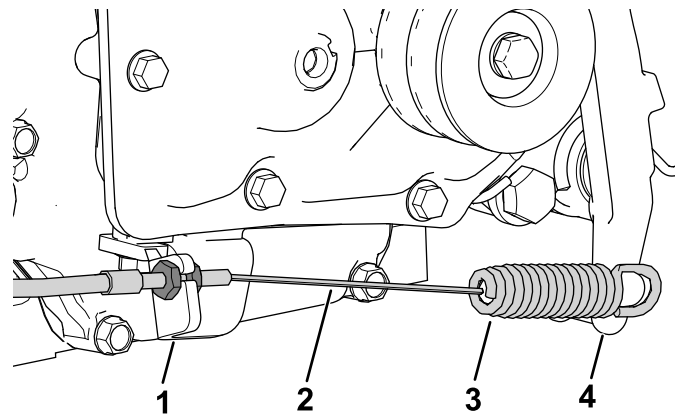

図 5
5. クラッチプレートにクラッチケーブルを取り付ける 図 5。
6. クラッチケーブルの Springs の端をクラッチレバーに取り付ける 図 5。